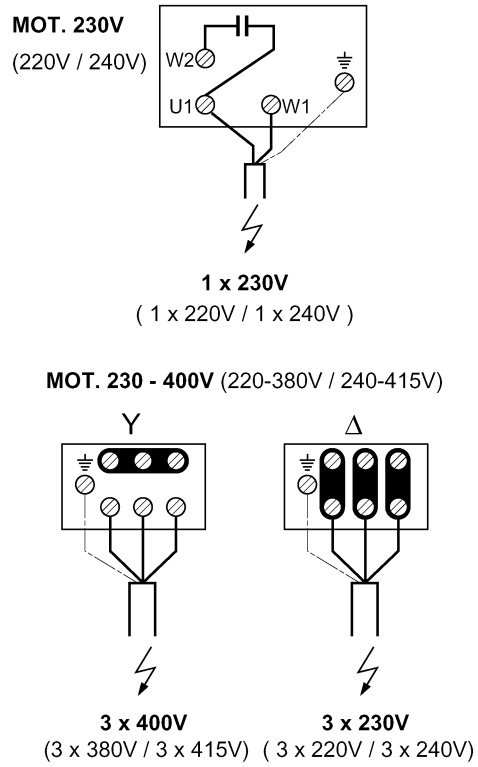

Fig. 4
- Подключение к сети должно производиться в коробке соединений насоса в соответствии с планом зажимных контактных соединений для трехфазного или переменного тока (см. также рисунок 4).